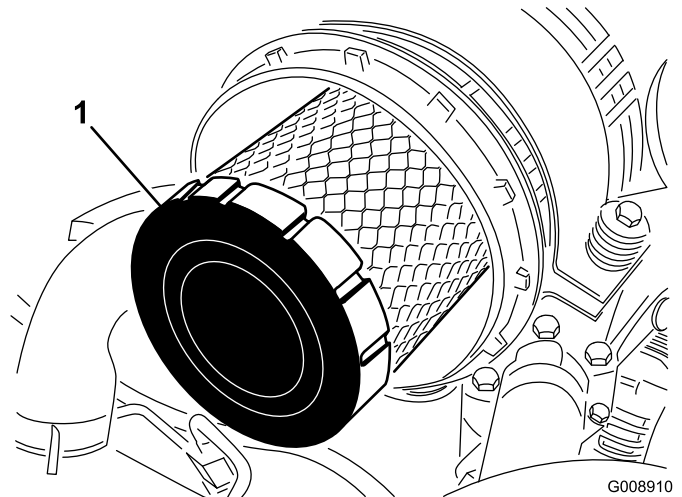

Bild 46
4. Entfernen und wechseln Sie den Hauptfilter aus (Bild 46).